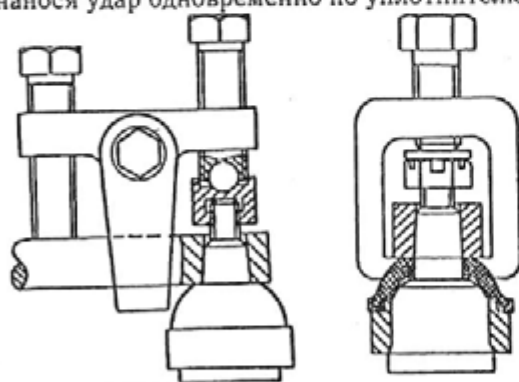

Рис. 289. Выпрессовка пальца шарового шарнира рулевых тяг:
- отсоединить шаровый шарнир от сошки, используя специальный съемник 7823-6711 или универсальный съемник (рис. 289);
- Используя приспособление 7823-6711 (см. рис. 289) отсоединить шаровой шарнир от маятникового рычага;